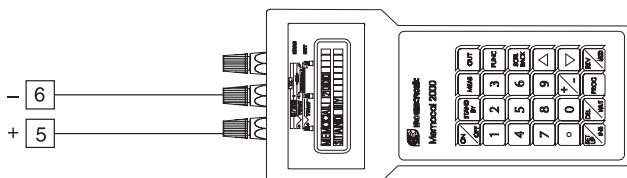

Рис. 11
- Подключите тестируемый инструмент к калибратору, как показано на Рис. 11.